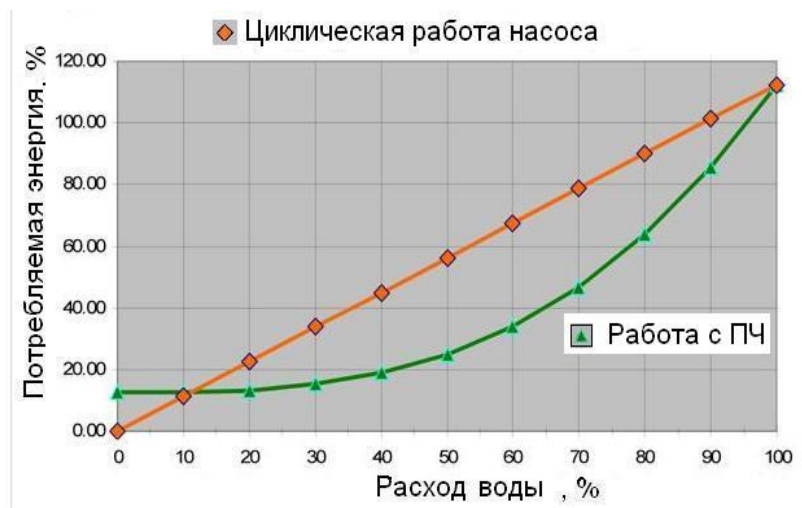

Рис.2
- регулировка расхода воды с помощью циклической работы насоса в режиме «OFF-ON» (рис.2);